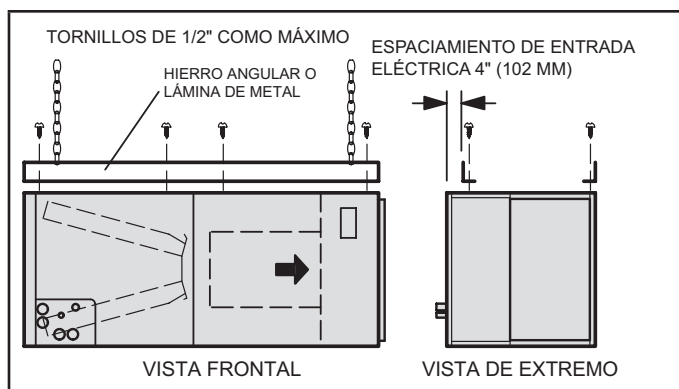

FIGURA 10. Cómo colgar la unidad horizontal
- 2 - Si la unidad está colgando, el gabinete debe estar apoyado a todo lo largo. Si usa una cadena o correa, use una pieza de hierro angular o lámina de metal adjunta a la unidad (ya sea arriba o abajo) para apoyar el largo del gabinete. Use tornillos de sujeción de no más de 1/2" para no dañar el serpentín ni el filtro, como se muestra en la Figura 10. Use tornillos para lámina de metal para conectar los plenos de aire de retorno y suministro según sea requerido.
- 12 - Si va a colgar la unidad, debe estar apoyada a todo lo largo del gabinete. Si usa una cadena o correa, use una pieza de hierro angular o lámina de metal adjunta a la unidad (ya sea arriba o abajo) para que el largo completo del gabinete esté apoyado. Use tornillos de sujeción de no más de 1/2" para evitar dañar el serpentín o el filtro, como se ilustra en la Figura 10. Conecte los plenos de aire de retorno y suministro con tornillos para láminas de metal.